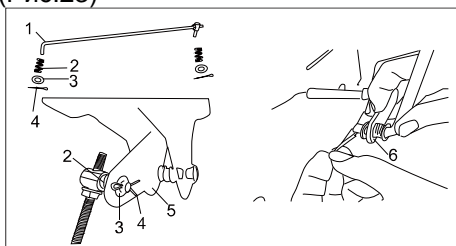

Рис.23
6. Установка соединительного стержня переключения передач. Закрепить соединительный стержень переключения скоростей (1), пружину (2), шайбу (3) и шплинт (4) на панели переключения скоростей (5) под корпусом трансмиссии и рычагом переключения (6) (Рис.23)